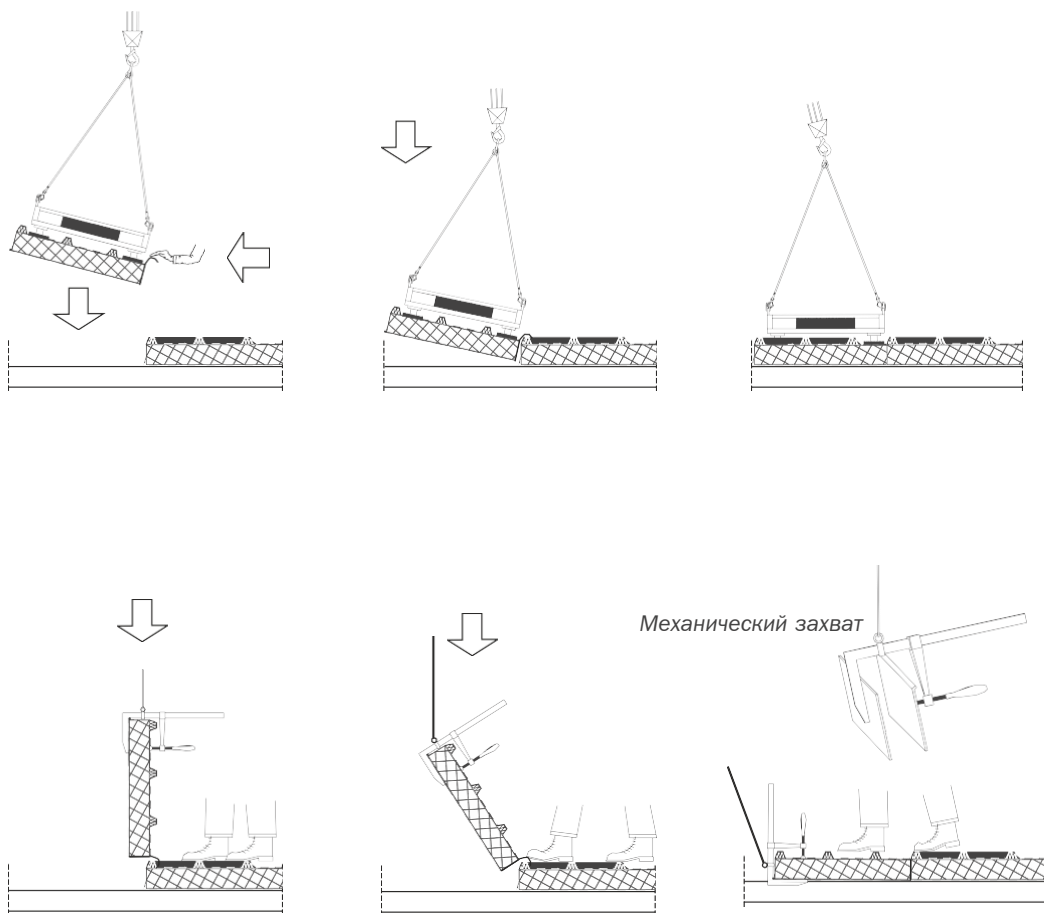

Рис. 32
- Установить следующую панель. Панель монтируется выступающей гофрой на гофр соседней панели, и круговым движением укладывается в проектное положение при помощи вакуумного или механического захвата Рис. 32.